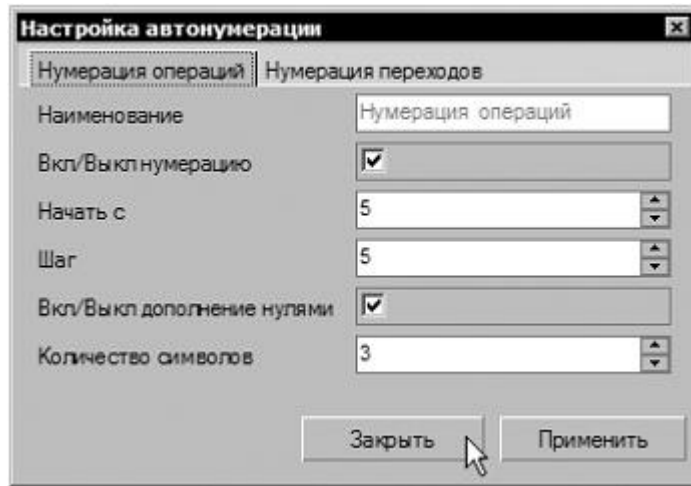

Рисунок 12
- 2) В открывшемся окне (рис. 12) выберите вкладку Нумерация операций или Нумерация переходов;